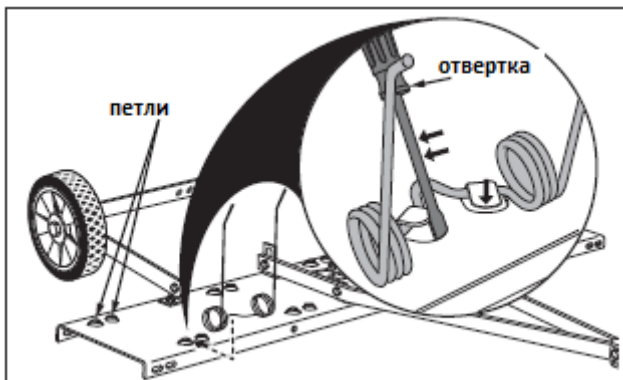

Рис. 7
13. Начиная с первого ряда, вставьте пружинные зубья в петли. С помощью отвертки или керна загните петли (рис. 7).